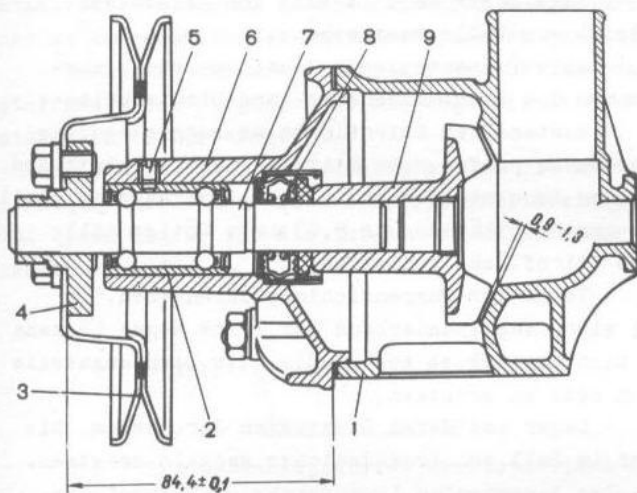

Bild 2-101. Kühlflüssigkeitspumpe des Motors VAZ-2106-70:
- Pumpengehäuse 1 (Bild 2-101) vom Deckel 6 trennen;
- Sperrschraube 5 (siehe Bild 2-101) ausschrauben und Lager 2 mit Pumpenwelle 7 herausnehmen;
- Laufrad mit Hilfe der Vorrichtung A.60430 auf Welle auftreiben, dabei Abstand 0,9-1,3 mm zwischen Schaufeln des Laufrads und Pumpengehäuse (siehe Bild 2-101) einhalten;